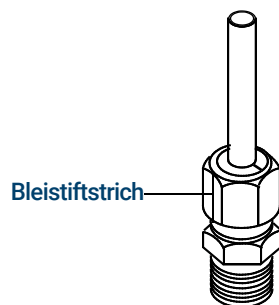

Abbildung 55. Markieren der Armatur
- 7 Markieren Sie die Mutter mit einem Bleistiftstrich. Siehe **Abbildung 55**.